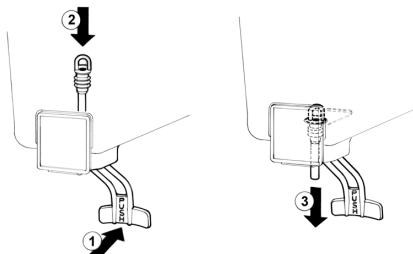

Bild 4
**2 Ausschlauchventil:** den Betätigungshebel des Ventils drücken (1) und den Ausschlauch in den Behälter einfügen (2). Am unteren Ende des Ausschlauchs leicht nach unten ziehen (3) bis er genau sitzt (Bild 4).